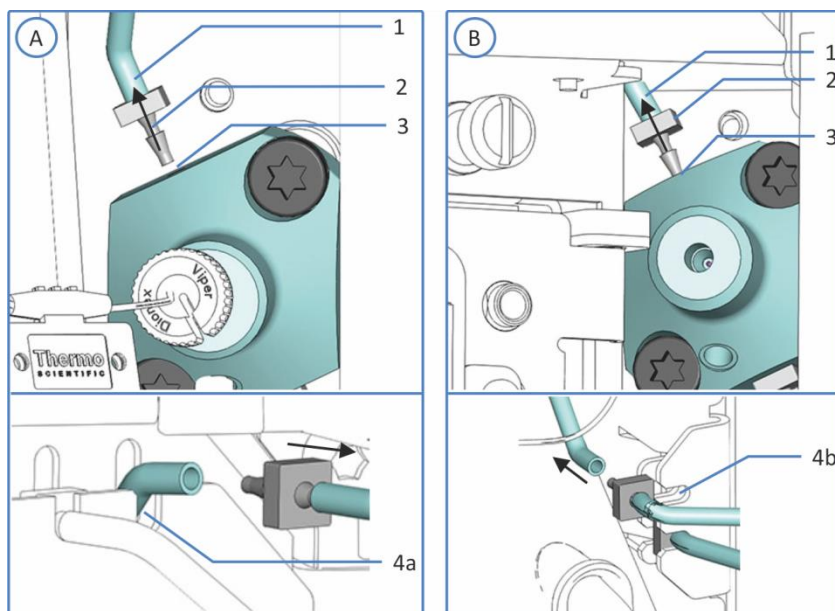

图52：密封清洗入口管路连接
- 3) 将密封清洗入口管路和管道连接器从顶部计量装置头密封清洗入口拉出（见 图 52）。对于双分流进样器，使用镊子更好地固定管道连接器。如果已经将密封清洗管路固定到自动进样器内部的任意管路支架上，请将管路释放。
- 4) 将密封清洗管路和管道连接器从顶部计量装置头密封清洗入口拉出（见 图 52）。断开密封清洗入口管路与管道连接器的连接。可以连接管道连接器另一侧上的密封清洗罐管路。
- 6) 将带新管道连接器的新密封清洗管路连接到计量装置头（见 图 52）。对于双分流进样器，请使用镊子更好地固定管道连接器。
- 7) 将密封清洗入口管路引导至密封清洗入口。将密封清洗入口管路连接到管道连接器。将管道连接器和管路推入密封清洗入口（见 图 52）。